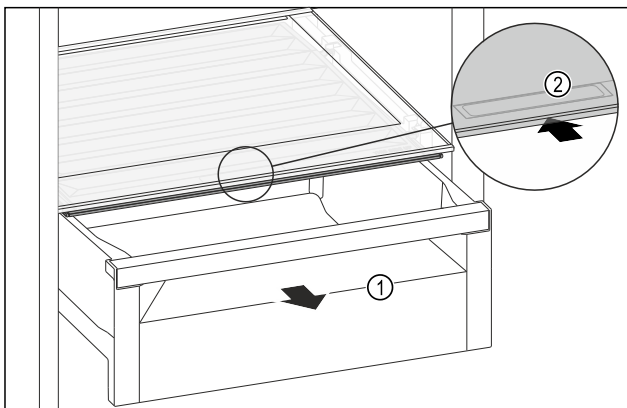

Fig. 105
- ▶ Витягніть висувний ящик Fig. 105 (1).
- ▶ Візьміться за потайну ручку Fig. 105 (2) на кришці відділення й одночасно посуňte кришку відділення назад.